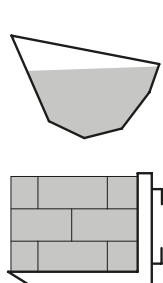

Fig. 1
- Максимальный уровень загрузки навесного оборудования сыпучими грузами не должен превышать высоту нижнего борта, а уровень штучных грузов — высоту задней стенки [рис. 1].